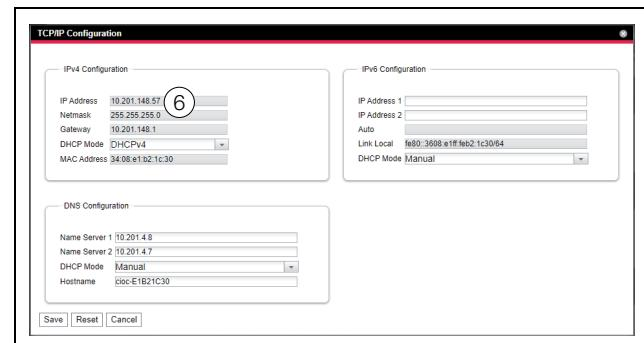

Abb. 98: Anpassen der TCP/IP-Einstellungen
- Ändern Sie im Fenster **TCP/IP Configuration** im Gruppenrahmen **IPv4 Configuration** die IP-Adresse des Geräts auf eine im Netzwerk erlaubte Adresse ab (Abb. 98, Pos. 6).